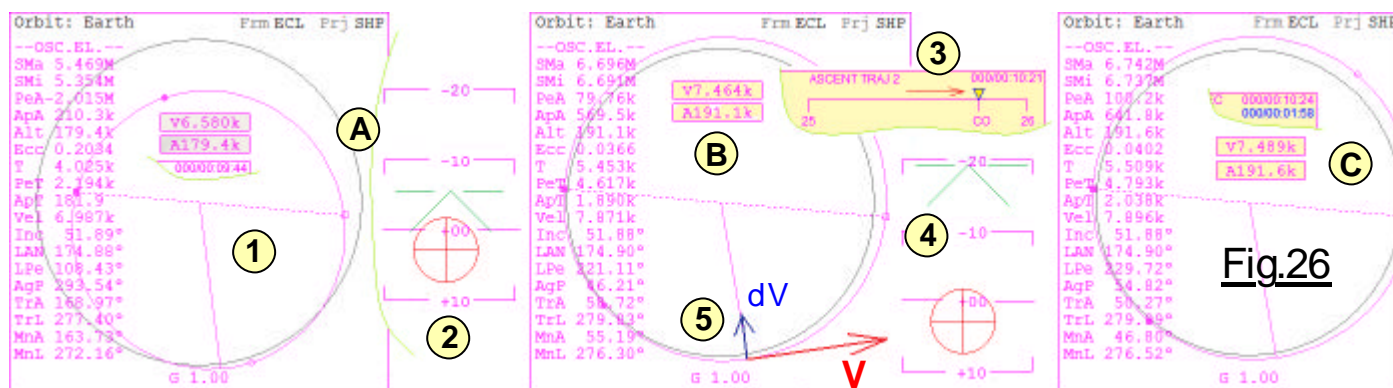

Fig.26
Déroulement des événements sur la Fig.26 : En **1** de la copie d'écran **A**, on est à MET **09:44**, le périégée est dans la Terre et l'apogée encore bien trop faible. Le vecteur vitesse en **2** est légèrement au dessus de l'horizon ce qui est normal quand on regarde la position du vaisseau sur sa trajectoire. (Un vecteur vitesse est toujours tangentiel à la trajectoire, car c'est spécifiquement ce vecteur qui la génère) La courbe Képlérienne sur laquelle il va cheminer "monte", car on n'est pas encore arrivé à l'apogée actuelle de 210.3 km. Pour ne pas que la vitesse verticale ne fasse trop augmenter cette valeur, et surtout pour gagner maintenant de la vitesse horizontale, (*C'est elle qui va nous satelliser*) le nez du vaisseau pique un peu vers le bas, le pointeur  est dirigé vers les valeurs négatives du cabrage.
nominal. On a un déficit en vitesse de 0.23 m/s ce qui est normal, la masse embarquée étant élevée. Qui dit moins vite, dit moins haut avec un manque d'altitude de 15 Km, mais c'était prévu. (1) Du reste, on peut vérifier sur la Fig.26 que le pilote automatique compense. En